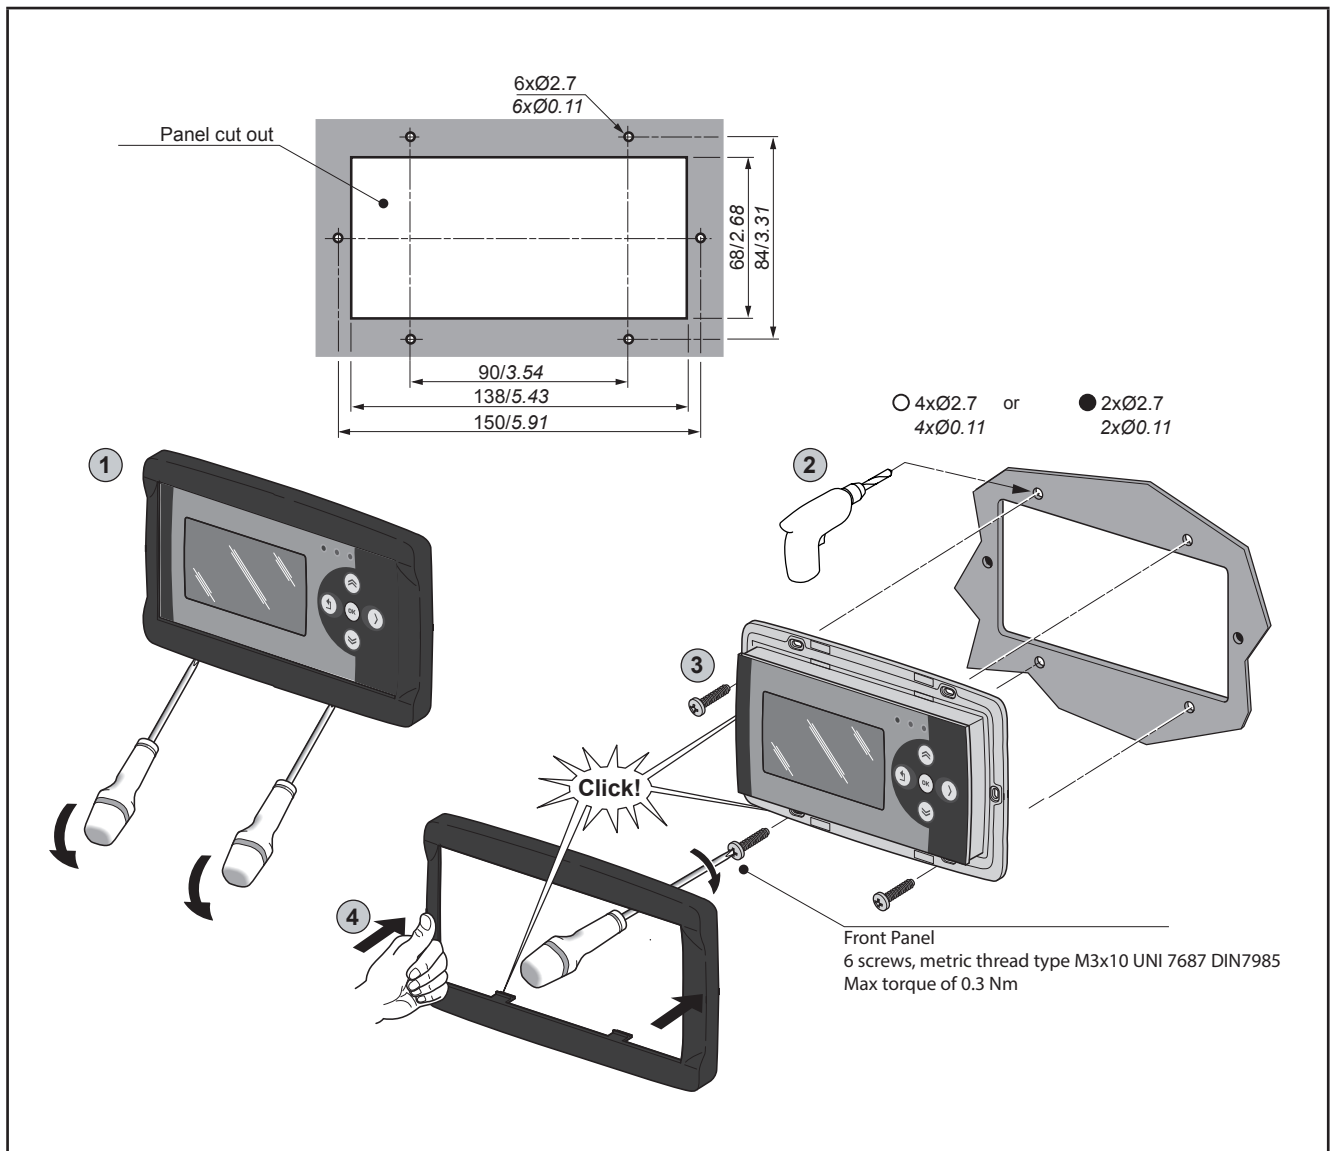
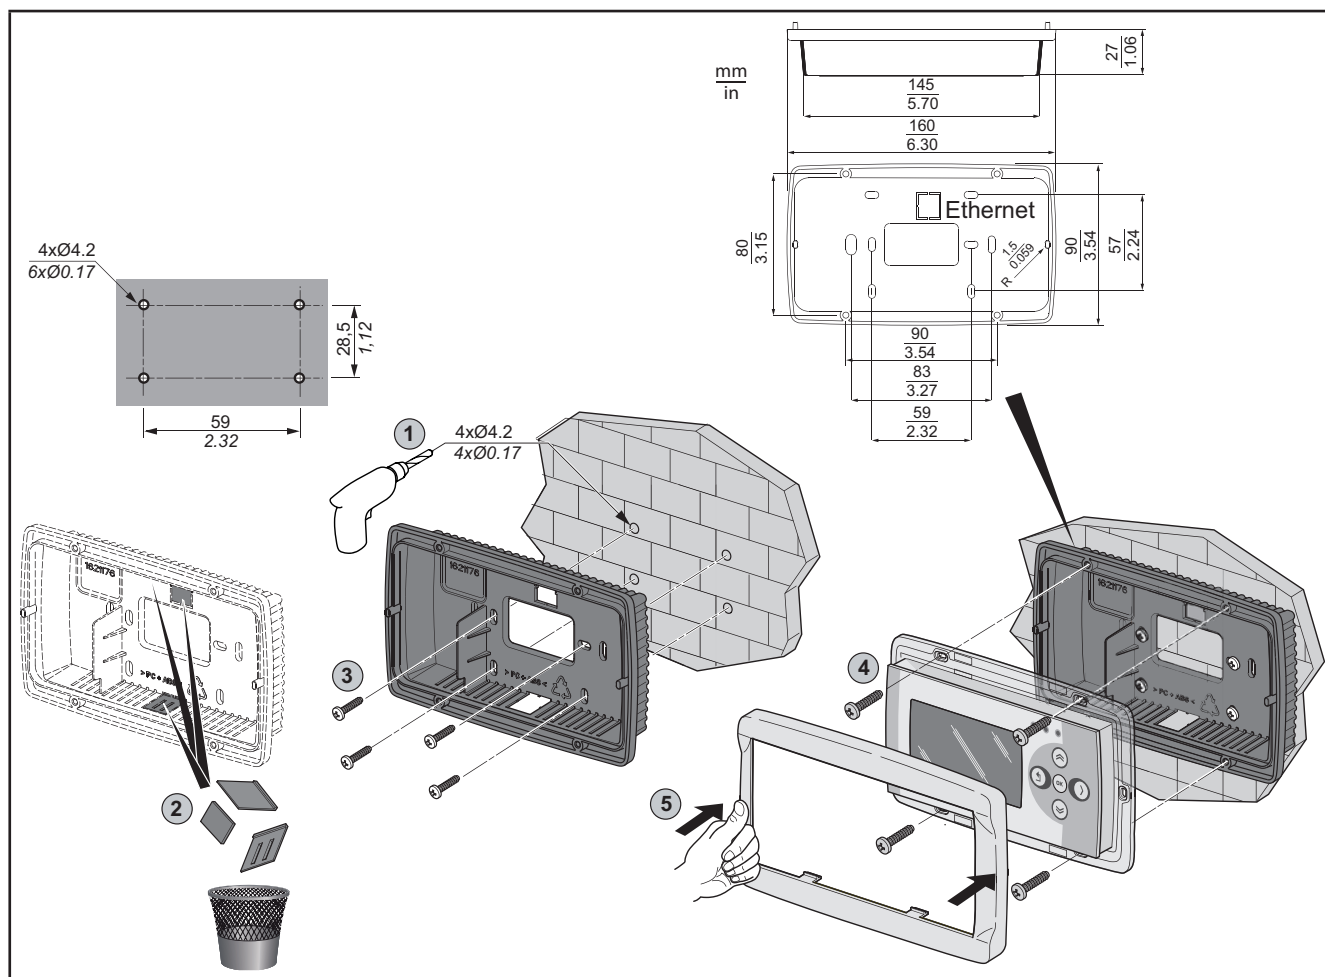

Abb. 16. Einbau von EVK PRO DISPLAY
Abb. 17. Zubehör für Wandmontage
Das Gerät ist für den Tafeleinbau (vgl. „Abb. 16“ auf S. 31) oder die Wandmontage (vgl. „Abb. 17“ auf S. 32) mithilfe des separat zu bestellenden Zubehörs ausgelegt.
2. Fertigen Sie 2 oder 4 Bohrungen mit Durchmesser 2,7 mm (0.11 Zoll) im angegebenen Abstand an (vgl. „Abb. 16“ auf S. 31).
Das Gerät ist mithilfe des separat zu bestellenden Zubehörs auch für die Wandmontage ausgelegt (vgl. „**Abb. 17“** auf **S. 32**).